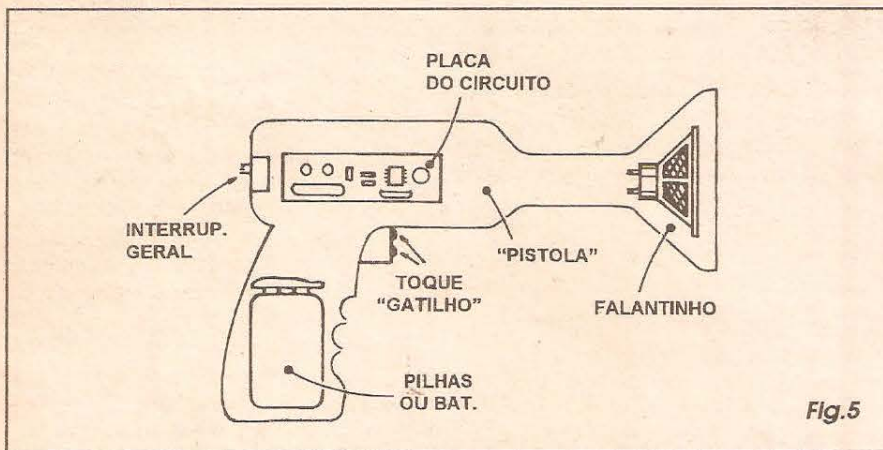

Fig.5
- FIG. 5 - SUGESTÃO PARA CONSTRUÇÃO/ADAPTAÇÃO DA PISTOLA... - As dimensões e formas gerais da plaquinha, do pequeno alto-falante, e da própria bateria ou conjunto de pilhas no respectivo suporte, permitem uma distribuição lógica do conjunto dentro da pistola, conforme ilustra a figura... Seja um brinquedo de baixo custo, originalmente ôco, aproveitado para o arranjo, seja uma pistola totalmente construída pelo hobbyista, o resultado final poderá ficar bastante elegante e profissional a partir de um pouquinho de capricho e alguma habilidade manual e bom gosto...! As pilhas ou bateria dentro do cabo da pistola assegurarão um bom balanço ao conjunto, em termos de peso e conforto no manuseio... A posição óbvia para o falantinho é na boca do cano da pistola, enquanto que a plaqueta de impresso poderá facilmente (pelas sua estreiteza...) ser acondicionada no interior do corpo da arma de raios... Observar ainda a posição recomendada para o interruptorzinho geral, além da posição (também mais do que óbvia...) dos contatos de toque do gatilho... Convém que tudo fique muito bem fixado no interior do conjunto, já que crianças adoram chacoalhar e jogar os brinquedos pra lá e pra cá... Recheiar os eventuais espaços internos sobrando com espuma de nylon ou pequenos blocos de isopor é uma boa idéia, para assegurar que nada fique balançando lá dentro...! O leitor/hobbyista com dotes de artesão saberá como inventar uma pistola a partir da emenda de embalagens vazias de cosméticos ou outros containers plásticos ou metálicos vazios, disponíveis em todas as casas... Com um acabamento externo caprichado, o brinquedo nada deverá, em visual, a sofisticados e caros produtos encontrados nas lojas (e sob um custo final sensivelmente menor do que o preço de um brinquedo eletrônico comercial, sofisticado...)! Além de tudo, um brinquedo totalmente feito em casa será certamente único, personalizado (e criança adora vangloriar-se frente aos amiguinhos, que tem algo que ninguém mais tem...)! ■
Não é difícil fazer a alteração requerida, Antonio... Observe a FIG. 1 - pág. 5 - APE 65... No esquema original, troque de lugar os resistores de 10K e 2M2 ligados ao pino 1 do 4093. O resistor de 2M2 deverá ficar permanentemente ligado, na sua outra extremidade, à linha do negativo geral da alimentação... Já o resistor de 10K será levado à linha do positivo da alimentação, porém através do sensor N.A.... Nenhuma outra alteração precisará ser feita no módulo transmissor localizado, podendo este conviver no sistema, perfeitamente, com outros módulos na configuração original (sensor N.F.)! Com um tiquinho de raciocínio e adaptação simplíssima, a plaqueta de impresso (original na FIG. 5 - pág. 7 - APE 65) poderá ser totalmente aproveitada, sem modificações no seu lay out básico (basta um cortinho numa trilha aqui, um pequeno jumper ali...).